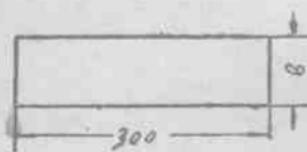

图 4 鐵片
- 附图4 U型管道布置图
錦州铁合金厂的四十仟伏安簡易电爐的变压器，是自己繕的单相20仟伏安小变压器。变压器铁芯用 0.5 毫米厚的薄鐵板迭成（图 4、5）。鐵板两面刷一层絕緣漆（絕緣漆用絕緣漆片和酒精配制）。